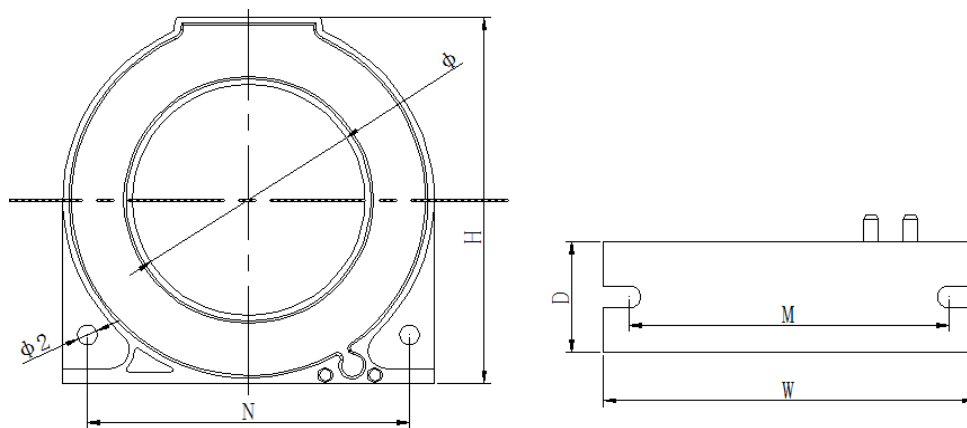

图 9 漏电流互感器外形尺寸
5.4.4 漏电流互感器外形尺寸如图 9、表 6 所示（单位：mm）：